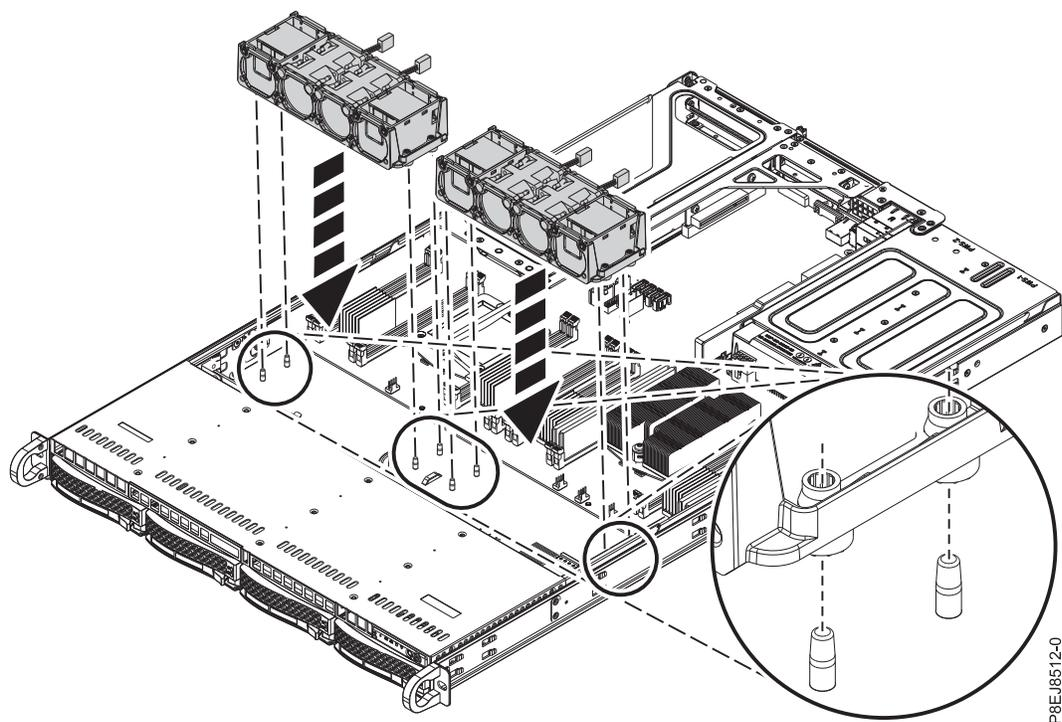

Figure 15. Alignement du support de ventilateur
3. Remettez en place le support de ventilateur dans le châssis. Alignez les trous du support de ventilateur sur les broches au fond du châssis, comme illustré figure 15, à la page 19. Pour le support de ventilateur situé à côté du commutateur du couvercle, déplacez temporairement les câbles du commutateur du couvercle. Une fois le support de ventilateur placé dans le système, remettez en place les câbles situés à côté du support de ventilateur.